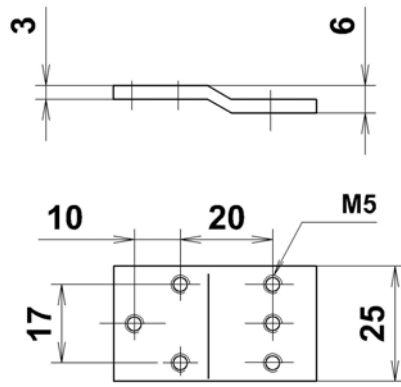
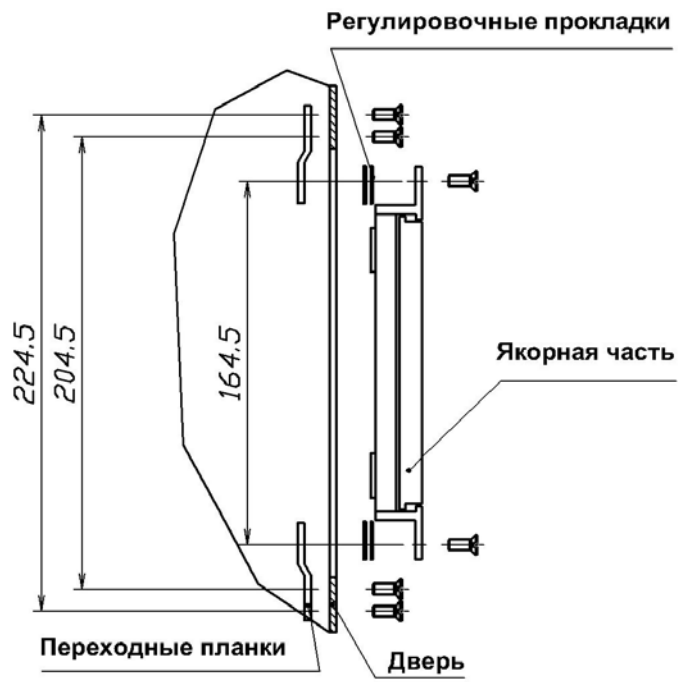

Рис. 7
Рис. 8
- 5.7 Для монтажа ЗАМКА в металлические двери используются переходные планки (рис. 7). Монтажный комплект с планками и винтами поставляется отдельно. Пример монтажа якорной части в металлическую дверь показан на рис. 8. Крепление осуществляется винтами М5х12 из комплекта монтажа.